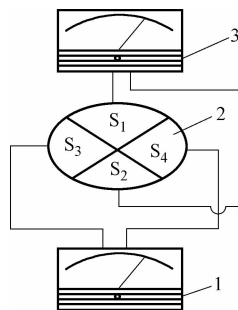

图 5-31 光轴偏斜量的检测原理
(2) 光轴偏斜量的检测原理 如图 5-31 所示,把光电池分成  $S_1$ 、 $S_2$ 、 $S_3$ 、 $S_4$  四份。 $S_1$  和  $S_3$  之间接有上下偏斜指示针,  $S_2$  和  $S_4$  之间接有左右偏斜指示针。当前照灯光束照射光电池后,各分光电池分别产生电流。当  $S_1$  和  $S_3$  或  $S_2$  和  $S_4$  受光面不一致时,产生的电流也不一致,根据其差值,可使左右偏斜指示针或上下偏斜指示针动作,指示出光轴的偏斜量。